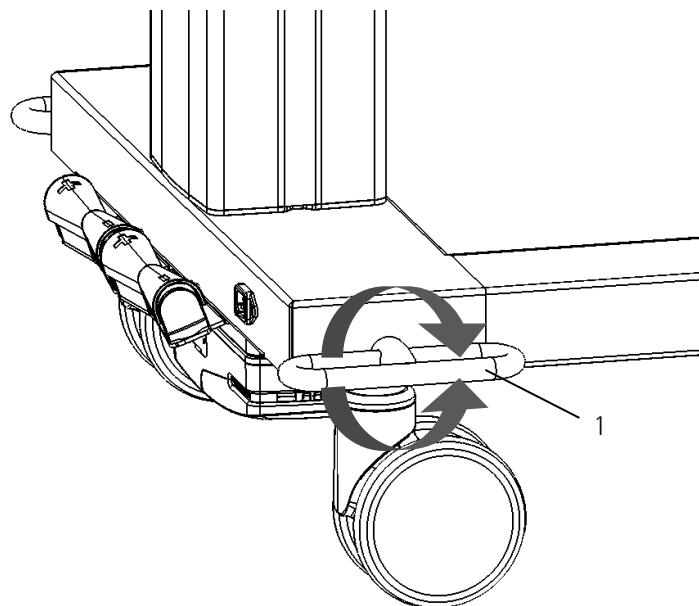

Abbildung 1
Die Liege verfügt an den Seiten über einen Tritthebel (1). Abb. 1